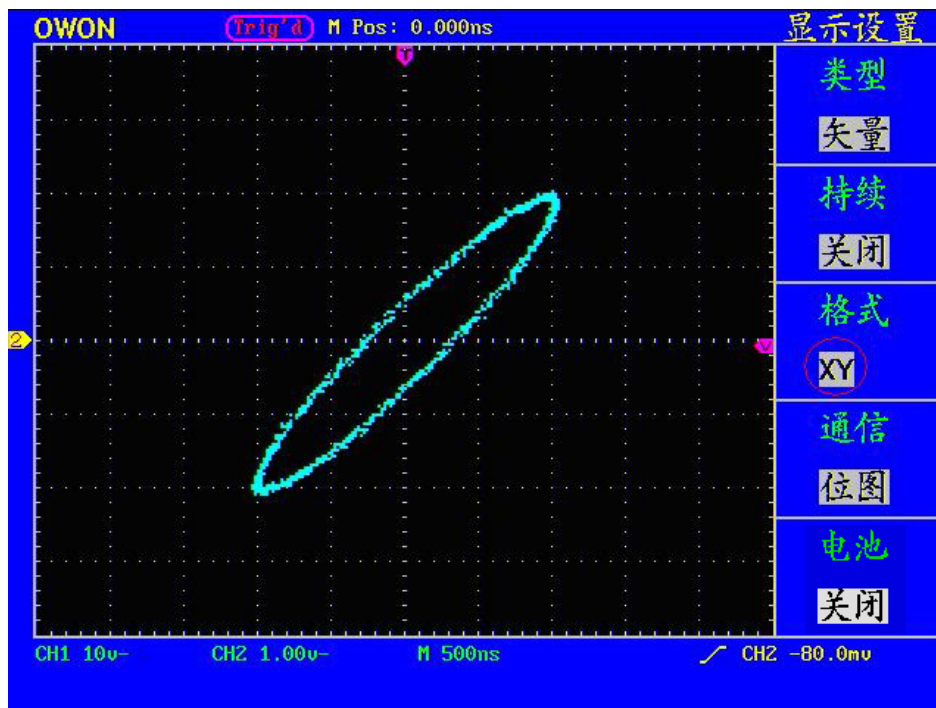

图43：XY显示模式
- 2、按 **F3** 菜单选择键，选择格式为 **XY**。显示方式改变为XY模式，见图43：